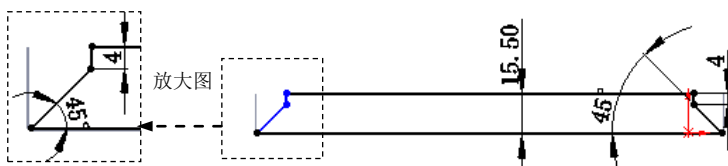

图 17.6.7 横断面草图
(3) 定义法兰参数。在 **角度(G)** 区域的 文本框中输入角度值 90.0。在“边线法兰”对话框 **法兰长度(L)** 区域的下拉列表中选择 **给定深度** 选项，在 文本框中输入深度值 15.0。在此区域中单击“内部虚拟交点”按钮 。在 **法兰位置(N)** 区域中单击“材料在外”按钮 ，选中剪裁侧边折弯，单击 按钮。
(4) 绘制自定义的边线法兰特征形状。右击设计树中的 **边线—法兰3** 特征，在系统弹出的快捷菜单中单击 按钮，系统进入草图环境；绘制图 17.6.7 所示的横断面草图。
(5) 选择下拉菜单 **插入(I)** → **退出草图** 命令，退出草图环境，完成边线—法兰 3